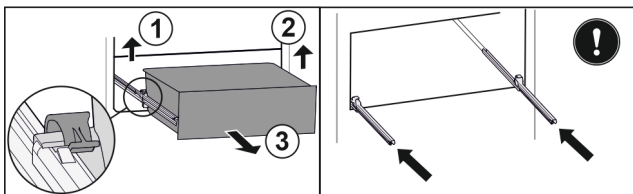

Fig. 26
- ▶ Підняти лівий затискач і одночасно висувний ящик ліворуч потягнути вперед Fig. 26 (1).
- ▶ Підняти правий затискач і одночасно висувний ящик праворуч потягнути вперед Fig. 26 (2).
- ▶ Вийняти висувний ящик рухом вперед Fig. 26 (3).